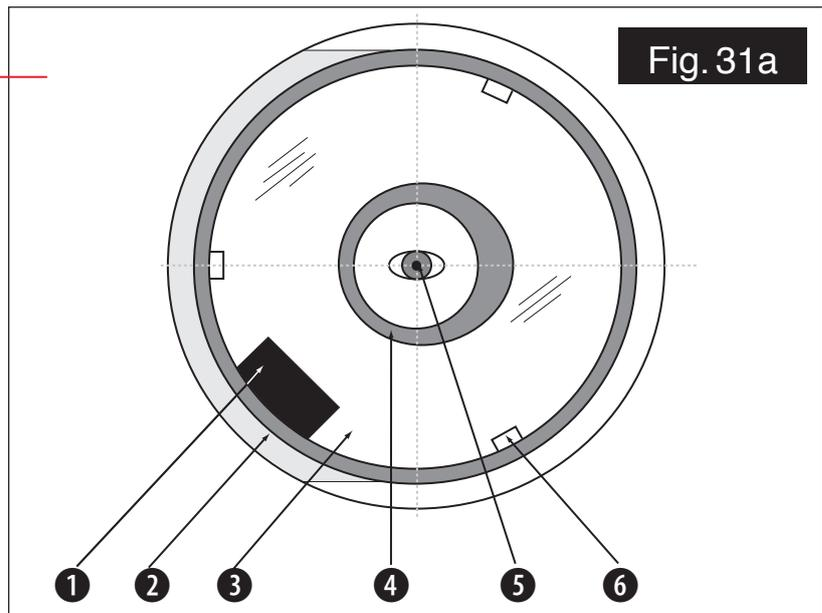

Fig. 31a: un télescope Schmidt-Newton bien collimaté, tel que l'on peut le voir à travers le porte oculaire, sans oculaire.
1. Observez à travers le porte oculaire et orientez vous de manière à ce que le miroir primaire du télescope soit à votre droite et la lame de fermeture placée à l'avant du télescope à votre gauche. Le miroir secondaire apparaît alors centré (2, Fig. 31a). Si le miroir secondaire est décentré, réglez les 4 vis de collimation de son support de manière à le centrer.
2. Si la réflexion du miroir primaire (3, Fig. 31a) n'est pas centrée dans le miroir secondaire, réglez les 4 vis de collimation situées sur le support du miroir secondaire pour centrer la réflexion. Comme décrit ci-dessus, les 4 vis de collimation (Fig. 31b) sur le support plastique du miroir secondaire servent à deux réglages différents durant la procédure.